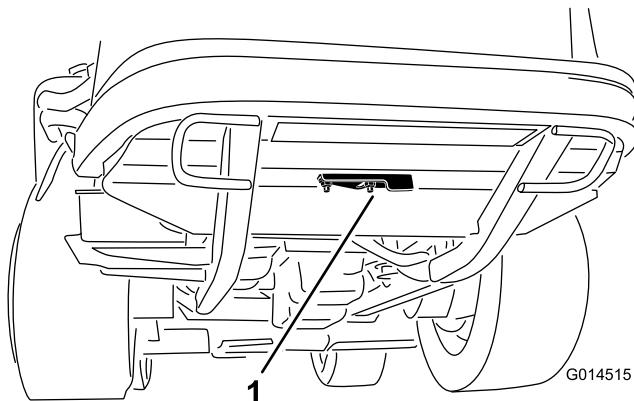

図 43
2. クリーン・アウト・カバーを後フレームの下側に固定しているフランジナットをゆるめる(図43)。カバーをめくると、フレームのクリーン・アウト・ホール清掃穴が露出する。